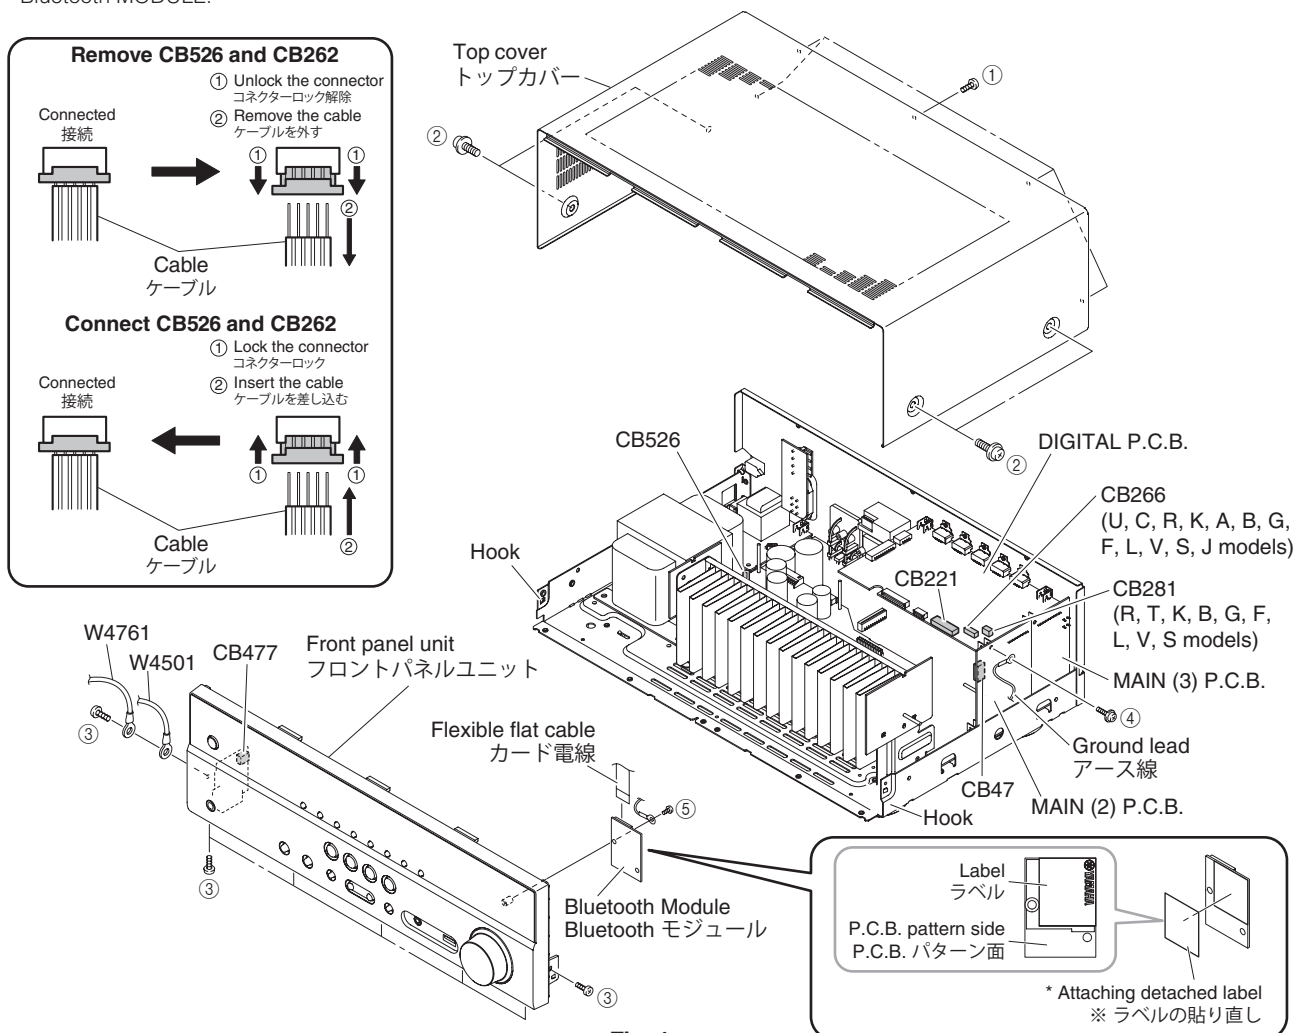

Fig. 1
- Remove 5 screws (①) and 4 screws (②). (Fig. 1)
- Lift the rear side of the top cover to remove it. (Fig. 1)
- Remove 7 screws (③), screw (④), and W4501, W4761. (Fig. 1)
- Remove CB47, CB221, CB 266 (U, C, R, K, A, B, G, F, L, V, S models), CB281 (R, T, K, B, G, F, L, V, S models) and CB477. (Fig. 1)
- Unlock and remove CB526. (Fig. 1)
- Release 2 hooks, and then remove the front panel unit. (Fig. 1)
- Remove screw (⑤). (Fig. 1)
- Remove the flexible flat cable. (Fig. 1)
- Remove the Bluetooth MODULE. (Fig. 1)
- ① のネジ 5 本、② のネジ 4 本を外します。(Fig. 1)
- トップカバーの後部を持ち上げ、外します。(Fig. 1)
- ③ のネジ 7 本、④ のネジ 1 本、W4501、W4761 を外します。(Fig. 1)
- CB47、CB221、CB266、CB477 を外します。(Fig. 1)
- ロックを外し、CB526 を外します。(Fig. 1)
- フック 2 箇所を外し、フロントパネルユニットを外します。(Fig. 1)
- ⑤ のネジ 1 本を外します。(Fig. 1)
- カード電線を外します。(Fig. 1)
- Bluetooth モジュールを外します。(Fig. 1)